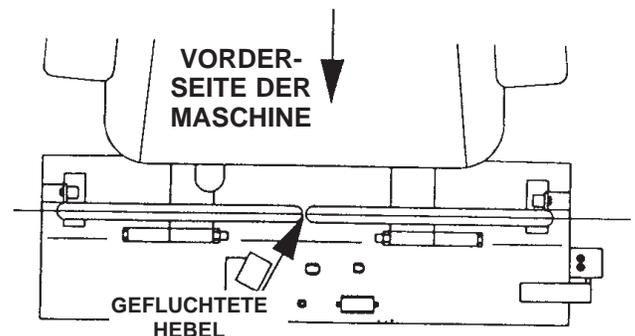

Bild 5
5. Wenn die Hebelenden in der Fahrposition gegeneinanderstoßen (Bild 5) (Hebel so weit hereingedreht wie möglich), müssen Sie die Hebel neu einstellen. Bewegen Sie die Hebel dazu nach außen in die neutrale Verriegelungsposition, und biegen Sie die Hebel vorsichtig nach außen. Bewegen Sie die Hebel dann zurück in die Fahrposition und prüfen Sie, ob ausreichend Spielraum vorhanden ist. Wiederholen Sie das Verfahren bei Bedarf.